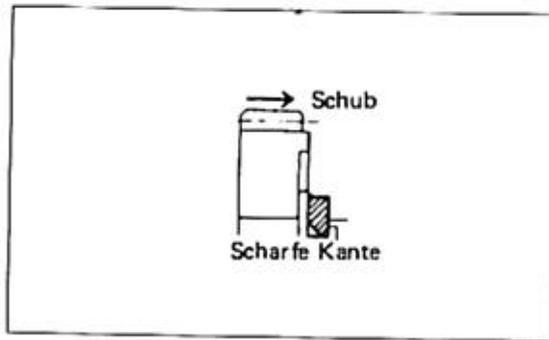

Bild 151
- Zum Einbau des Zahnrads des 3. Gangs auf Hauptwelle, Scheibe auf Hauptwelle aufschieben und in Nut drehen. Laschenscheibe so aufschieben, dass Laschen in Ausschnitte der Scheibe eingreifen (Bild 151).